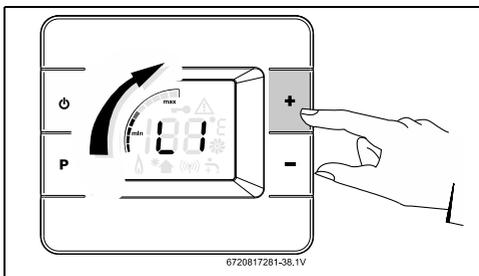

Fig. 49 Ajustement du gaz L1
- ▶ Appuyez sur le bouton **P** pour entrée L1 et vérifier si la puissance par niveau est au point central, voir fig. 49.